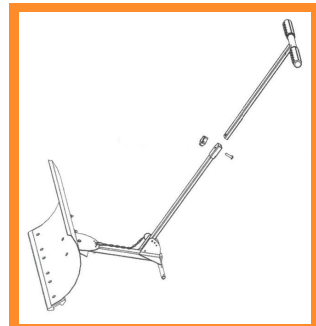

Figura. 3
4. Per attaccare la parte superiore del manico (parte F), inserirla nella parte superiore del manico inferiore (parte G). Per fissare, utilizzare il bullone a forma di cupola e fissare la vite di plastica nera sull'altro lato. Ripetere l'operazione per l'altro foro (Figura 3).